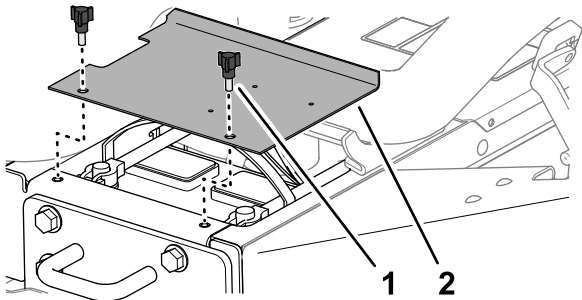

Figura 51
1. Abra los cierres de los lados izquierdo y derecho del capó (Figura 51).